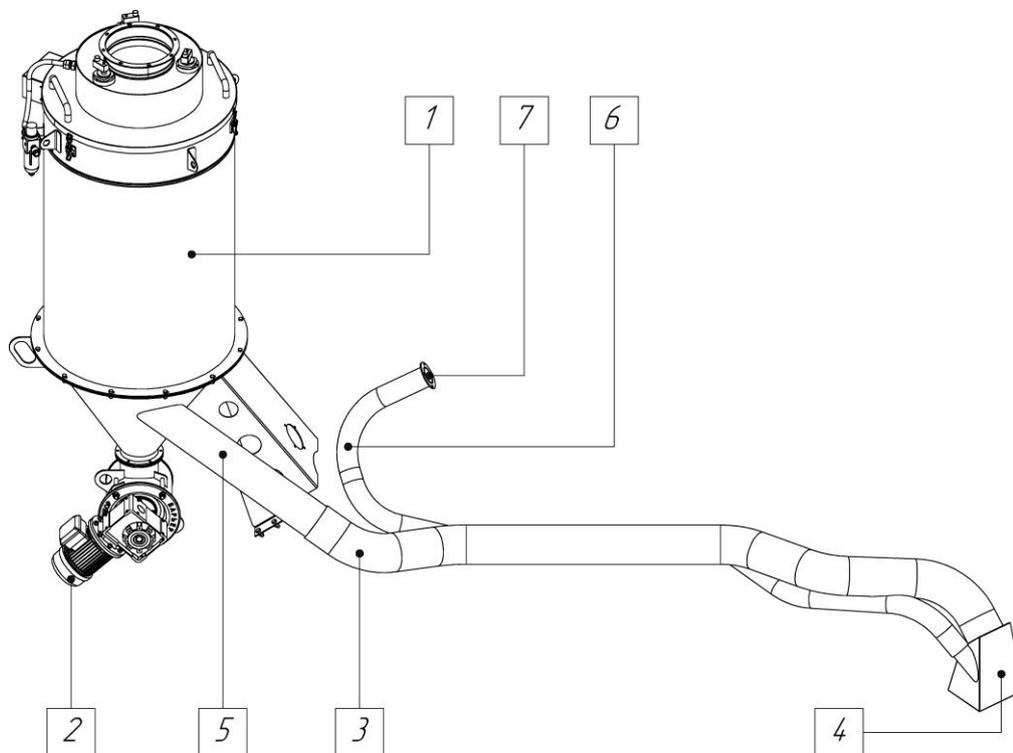

Рис. 20 Система фильтрации.
Система фильтрации (Рис. 20) состоит из: кассетного фильтра (1), шлюзового затвора (2) перегрузки пыли, рукава LIGNUM 160 (3), соединяющего коллектор (4) с патрубком входа конуса (5) кассетного фильтра (1). Коллектор (4) также оснащен патрубком под установку рукава ПВХ PHD-UL-70-75 (6) - байпаса, служащего для сброса части запыленного воздуха в корпус изделия при срабатывании системы регенерации. Рукава ПВХ PHD-UL-70-75 (6) подсоединяется к штуцеру корпуса изделия через патрубок (7)* вторичного воздуха.